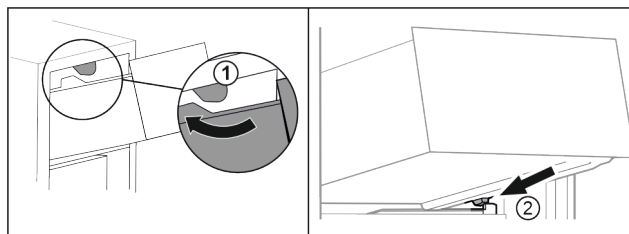

Fig. 90
- ▶ Ved'te zásuvku podél horních zářezů. Fig. 90 (1)
- ▶ Nasad'te zásuvku šikmo za dolní zářezky na žebrování na nádoby. Fig. 90 (2)